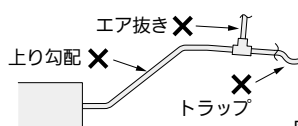

図 10
- 接続部より上り勾配で配管しないでください。（ユニット停止時、ドレン水が逆流して水漏れの原因になります）（図 10）
- エア抜き管は付けないでください。（ドレン水が吹き出ることがあります）（図 10）
- 途中に立上げやトラップを作らないでください。（異常音の原因になります）（図 10、12）